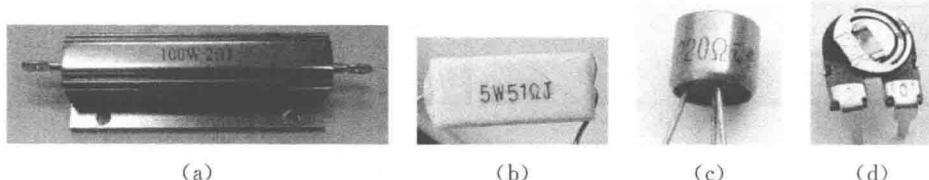

图 1-1-8 电阻直标法
(1) 直标法。直标法一般直接用数字和单位符号标称电阻值并标注在电阻器上,如图 1-1-8 所示。